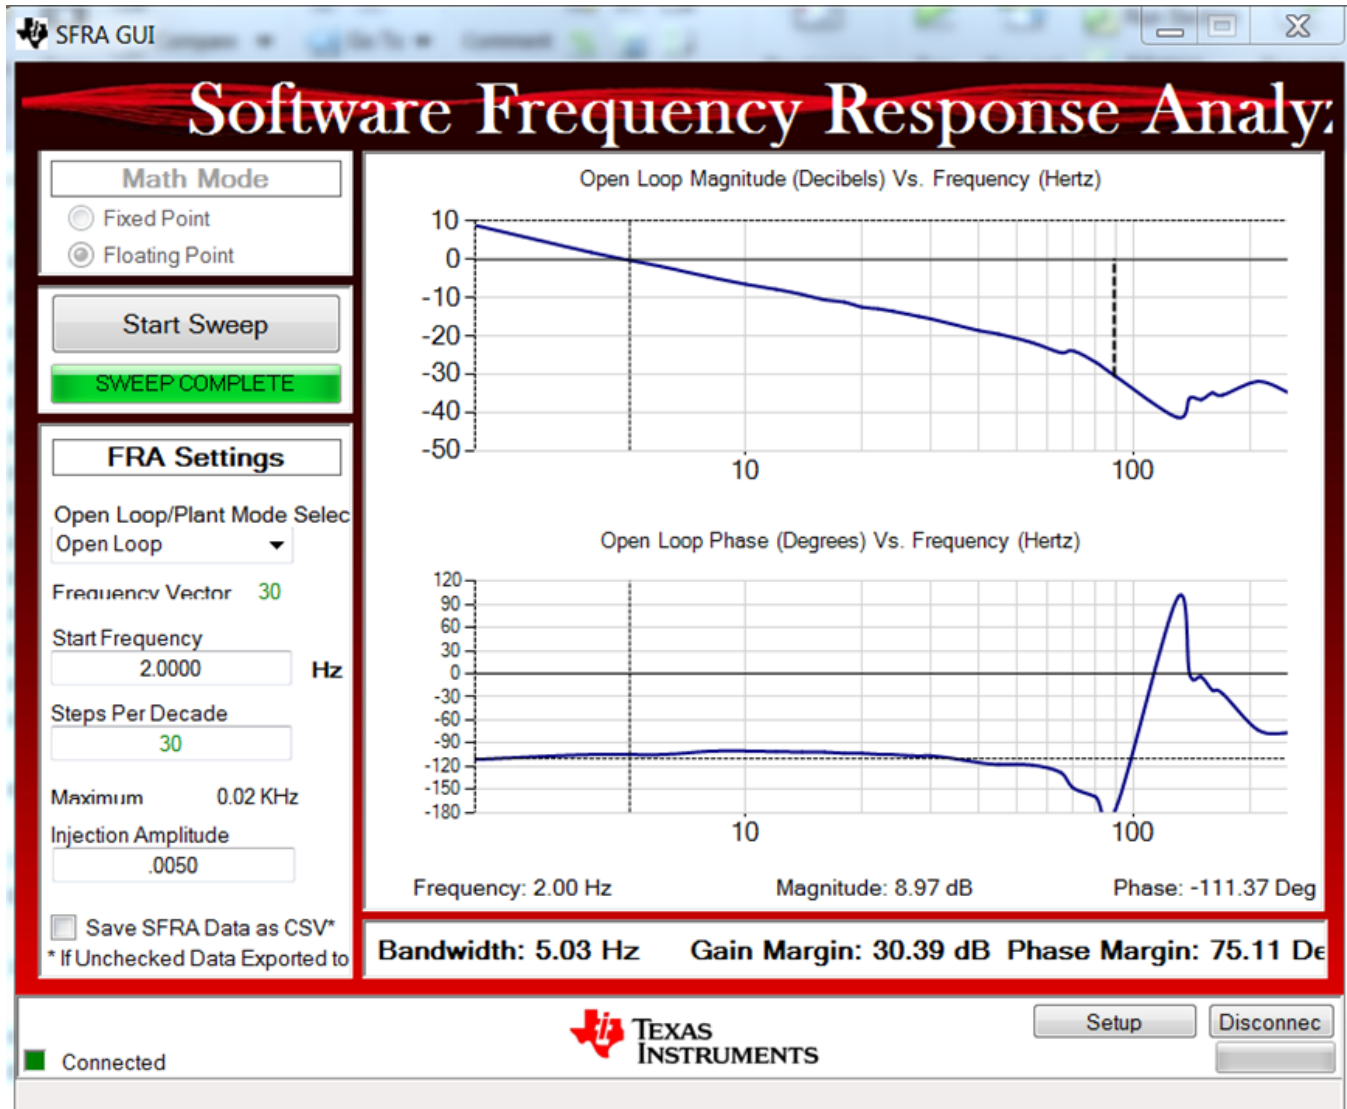

図 40. 閉電圧ループでのSFRA実行
6. SFRA GUIがデバイスに接続します。これで**Start Sweep**をクリックして、SFRA掃引を開始できます。SFRA掃引が完了するまでには数分かかります。SFRA GUIのプログレスバーを確認したり、UARTの動作を示す制御カード裏面の青色LEDの点滅をチェックすることで、動作を監視できます。終了すると、**図 40**のように開ループプロットによるグラフが表示されます。この操作により、設計した補償器が確かに安定していることを検証できます。